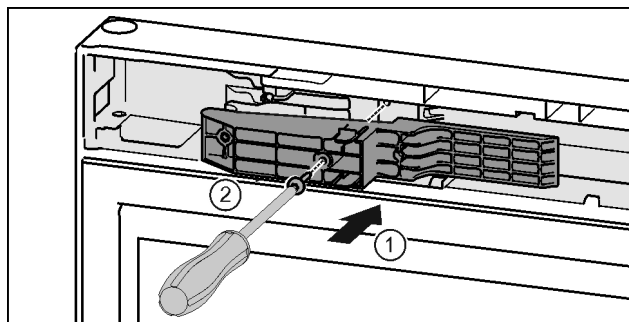

Fig. 48 \*
- ▶ Ievietojiet adapteri padziļinājumā satveršanas pusē. Fig. 48 (1)\*
- ▶ Pieskrūvējiet skrūves ar skrūvgriezi T15. Fig. 48 (2)\*